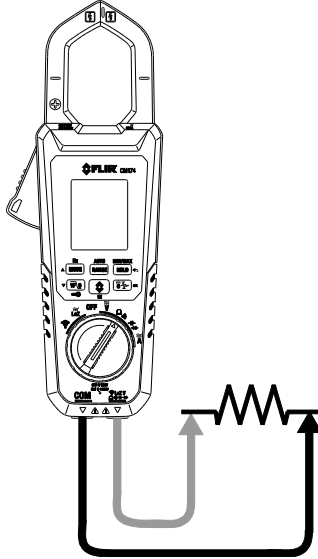

图 5.5 电阻和导通性测量
2. 将黑色探针导线插入负极 COM 端子内，将红色探针导线插入正极 Ω 端子内。有关连接示例图，请参见图 5-5。